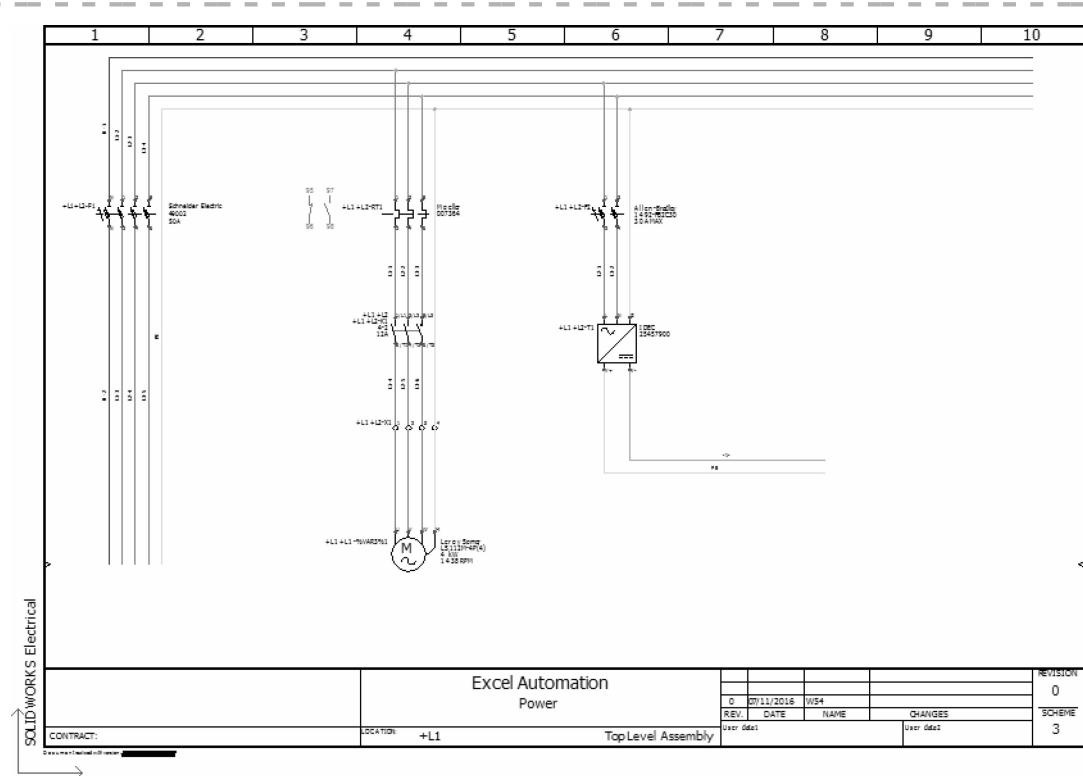

图 8-31 Excel 自动化结果(1)
**步骤 11 Excel 自动化** 在 SOLIDWORKS Electrical 中打开工程 Start Exercise 08，运行 Excel 自动化，选择保存到桌面的 Excel 文件。当程序运行结束后，打开原理图查看结果，如图 8-31 和 8-32 所示。